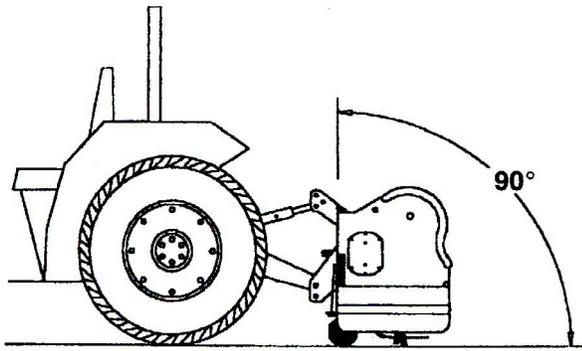

図21
**重要** エアレータを直立させ、深さガイドを25に設定した時に最も深い穴を開けることができます（図21）。タインヘッドとターフガードのクリアランスがなくなりますから、これ以上の深さには設定しないでください。機体を後ろに傾けての運転はターフガードを破損しますから絶対にしないでください。